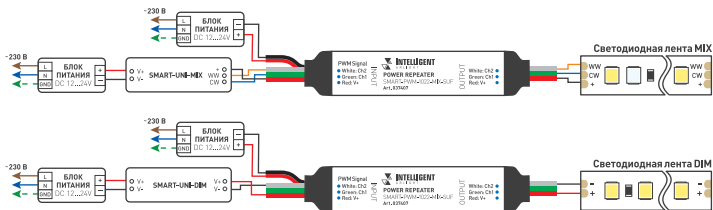

Рис. 1. Схема подключения усилителя SMART-PWM-1022-MIX-SUF
- 3.2. Подключите усилитель в двухканальном (MIX) или одноканальном (DIM) режиме согласно схемам на рис. 1.